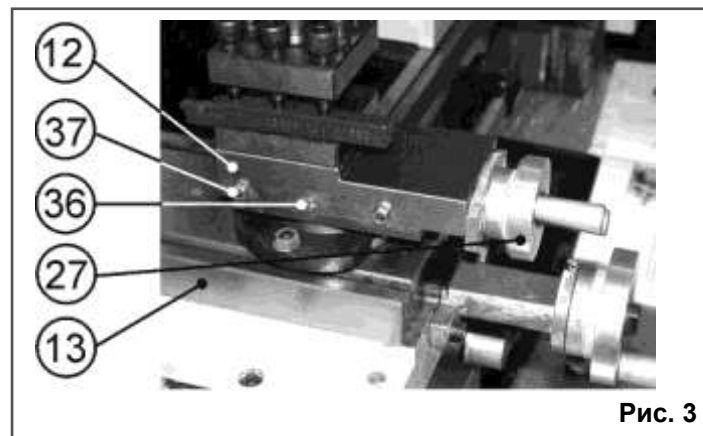

Рис. 3
**9.1. Регулировка перемещения поворотного суппорта (Рис. 3, 4)**